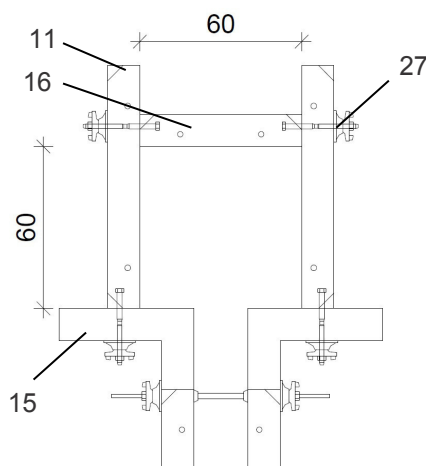

Рис. 75
- Элемент TRIO TRS/MR 60 (16)
- Элемент TRIO TRS/MR 90 (11)
- Внутренний угол TRIO TE/R(L)-MR (15)
- Гайка-шайба и болт для колонн (27)
- (Рис. 75)